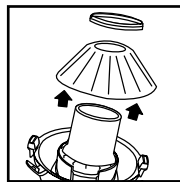

FIGURE 20
32. Pour déposer le filtre et le nettoyer, déposer la bague de fixation et le filtre de la cage du couvercle. **FIGURE 20.** Pour nettoyer le filtre sec réutilisable, le secouer pour enlever la poussière et les saletés ou bien, en fonction de l'état dans lequel il est, le rincer à l'eau, puis le laisser sécher complètement avant de le reposer.